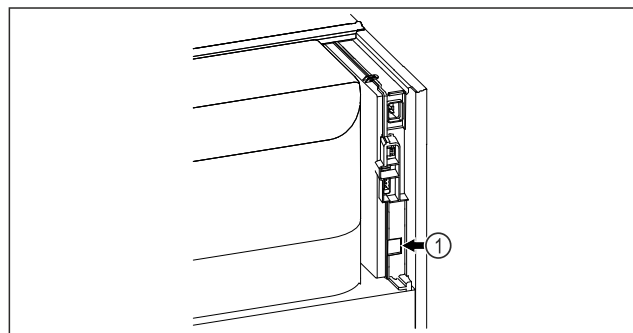

Fig. 94
- Le SmartModule Fig. 94 (1) est installé.